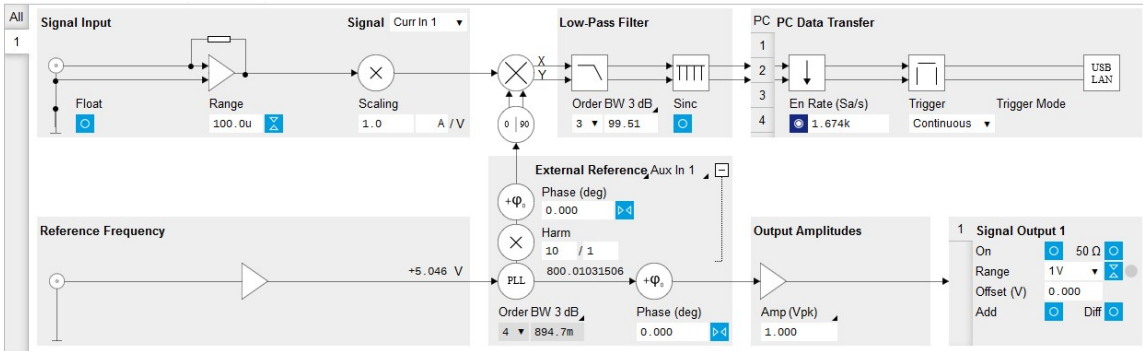

图 3.9. 在 800 Hz 下进行测量的 Lock-in（锁相）选项卡设置（未安装 MF-MD 选项）
**未安装 MF-MD 多解调器选件：**在图形 Lock-in（锁相）选项卡的 Signal Input（信号输入）部分，选择 Current Input 1（电流输入 1）并将输入范围更改为 100  $\mu$ A。在 External Reference（外部参考）部分，将 Harm（谐波）设置为 10 / 1。请注意，默认情况下此设置是隐藏的。您可以通过单击该部分右上角的“+”符号展开该部分来访问这一设置。您现在应该观察到解调器参考频率接近 800 Hz 的数字显示，如图 3.9 所示。最后，将 Low-Pass Filter（低通滤波器）设置为 100 Hz（三阶）并在 PC Data Transfer（PC 数据传输）部分启用数据流。